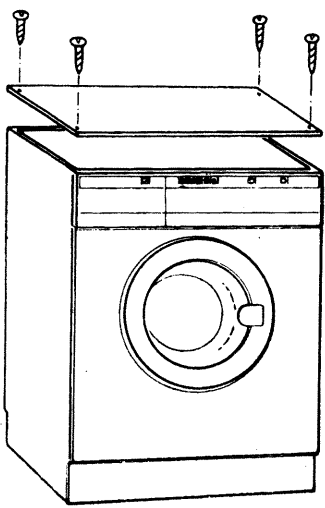

Fig. 15
- 3/ Colloch la piastra di protezione facendo coincidere i fori di questa con quelli dell'apparecchio secondo la Fig. 15 e poi avviti i due pezzi. Una volta realizzate queste operazioni introduca l'apparecchio nel posto da lei desiderato.
- 3/ Coloque la chapa de protección, haciendo coincidir los agujeros de esta, con los del aparato según (Fig. 15) después atornille ambas piezas. Una vez realizadas estas operaciones introduzca la lavadora en el lugar por usted deseado.